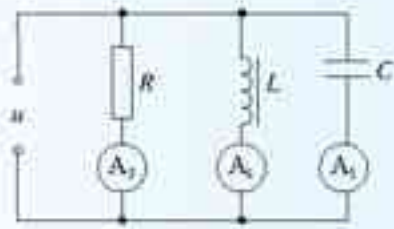

图 5.3-6 电流表如何变化?
- 如图 5.3-6 所示,交流电流表 A_1 、 A_2 、 A_3 分别与电容器、线圈 L 和电阻 R 串联后接在同一个交流电源上,供电电压瞬时值为 $u_1 = U_m \sin \omega_1 t$, 三个电流表各有不同的读数,现换另一个电源供电,供电电压瞬时值为 $u_2 = U_m \sin \omega_2 t$, $\omega_2 = 2\omega_1$, 改换电源后,三个电流表的读数是否变化? 如果有变化,是增大还是减小? 为什么?